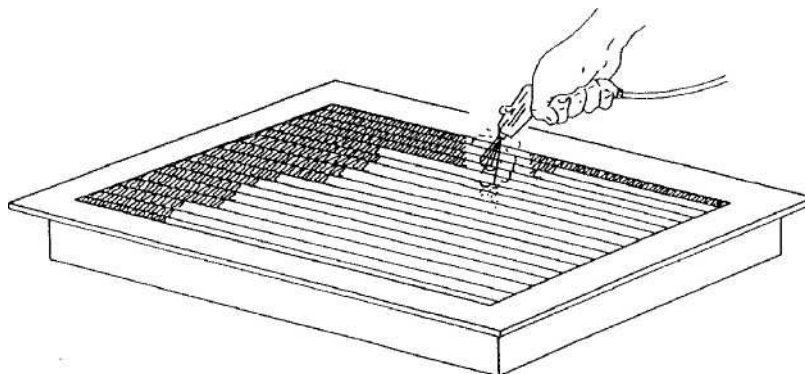

Рисунок 25 – Очистка блока охлаждения
- Особо загрязненный охладитель снять с установки и промыть наружную поверхность слабым моющим средством (рис.25).